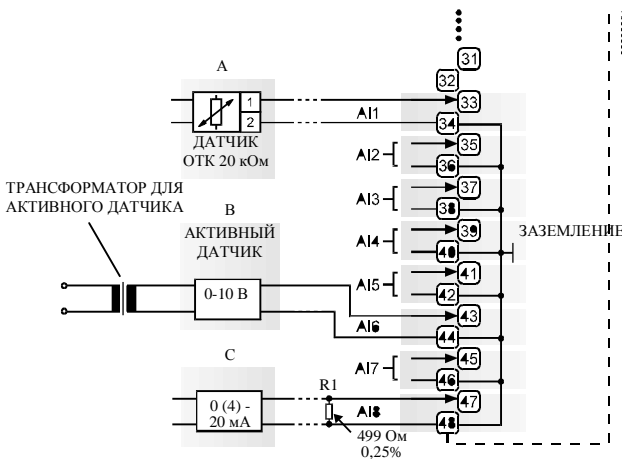

Рис. 22. Аналоговые входы, подключение датчиков
0 (4) ... 20 мА (с внешним резистором 499 Ом ± 0,25% (см. рис. 22))